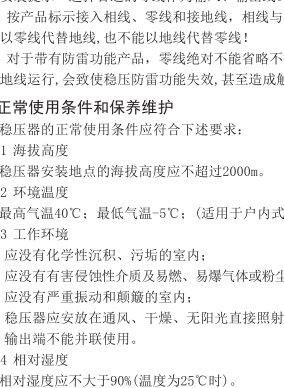

图7: 后板部分:
3.6 TND₂-7000VA、10kVA高精度全自动稳压器后板外形见图7: